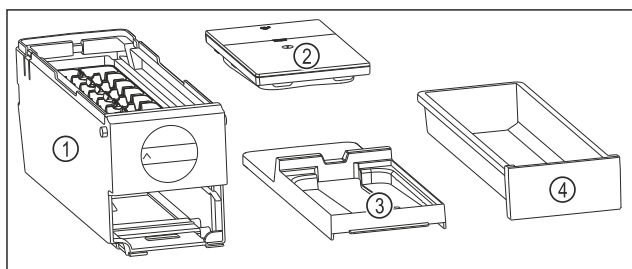

Fig. 133 Sastavni dijelovi sustava EasyTwist-Ice
- ▷ EasyTwist-Ice je rastavljen u četiri dijela. (pogledajte Fig. 133)
- Sustav EasyTwist-Ice rastavite samo u dijelove prikazane slikom. (pogledajte Fig. 133)
- Tijelo sustava EasyTwist-Ice Fig. 133 (1) čistite kao cjelinu.